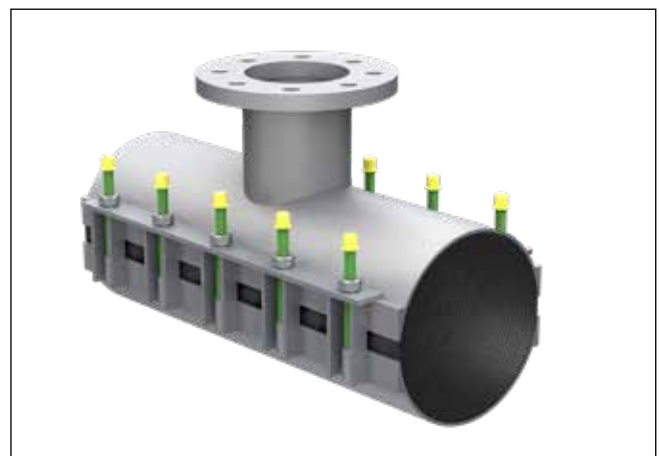

Abb. 71: Anbohrschelle
13.9. Rohrleitungsanschluss für Druckrohrleitungen auf der Baustelle (Abb. 71)